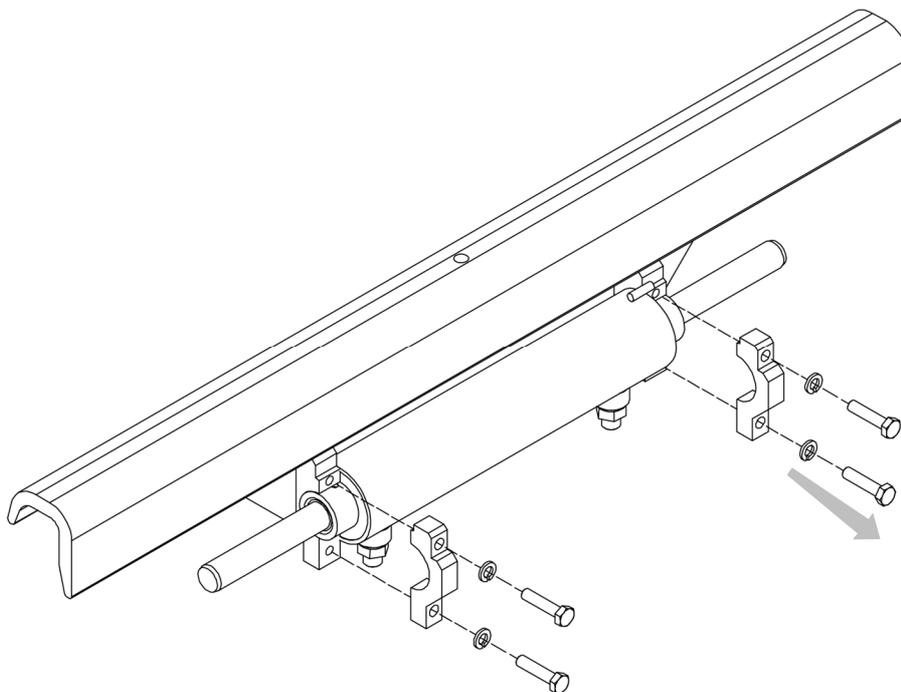

Abbildung 21
4. Beachten Sie dazu *Abbildung 21*.